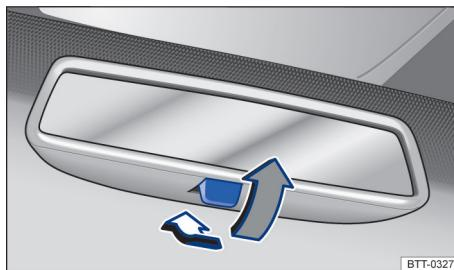

Fig. 97 No para-brisa: espelho retrovisor interno com antifuscante manual.
- Para escurecer o espelho retrovisor, puxe a alavanca para trás → Fig. 97.